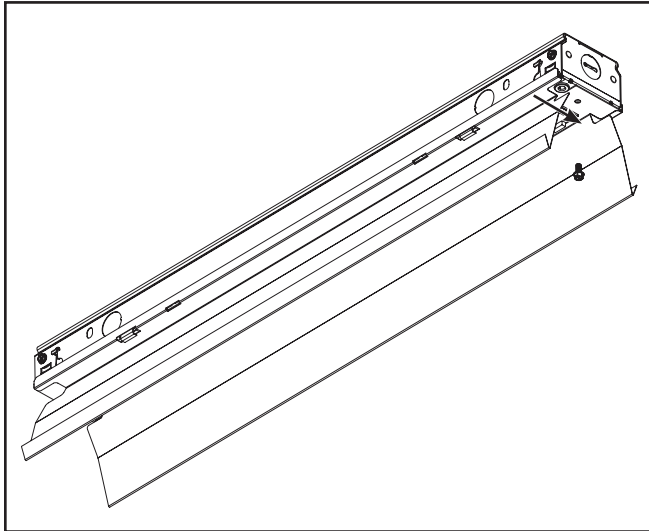

Figura 4.
4. Asegure la cubierta del canal a la luminaria de base utilizando las herramientas provistas. (Figura 4.)